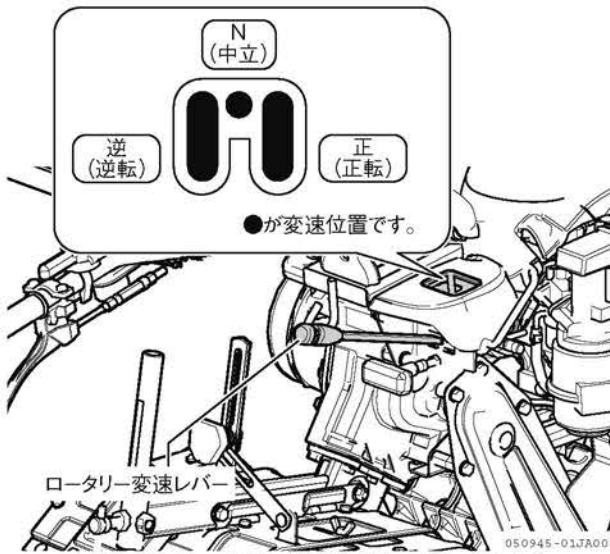

図 2-30 ロータリー変速レバー「N」(中立)
4. ロータリー変速レバーを「N」(中立)位置にします。(図 2-30)